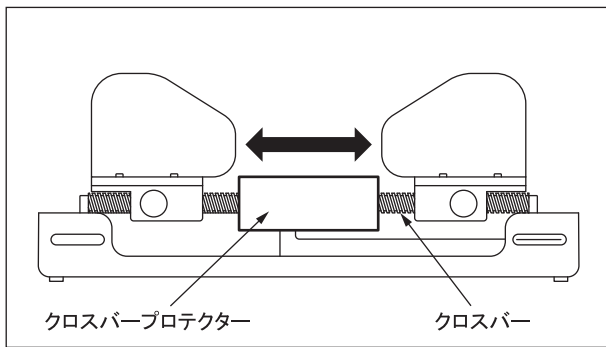

図 3-1: 透視テーブル用ウィルソンフレーム 5319G
* 1-6 パッドの幅を患者の体型に合わせて調整します。(図3-1・3-2)
* 1-7 ウィルソン保護キットのクロスバープロテクターをフレームのクロスバーに取付けます。(図3-1・3-2)